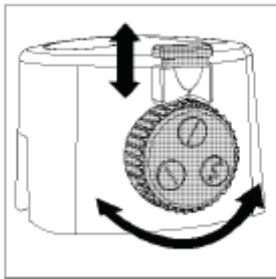

Abbildung 1
**Hinweis:** Die Klingen befinden sich in einer Schutzhülle. Wählen Sie die gewünschte Schnittart aus, siehe Abbildung 1: